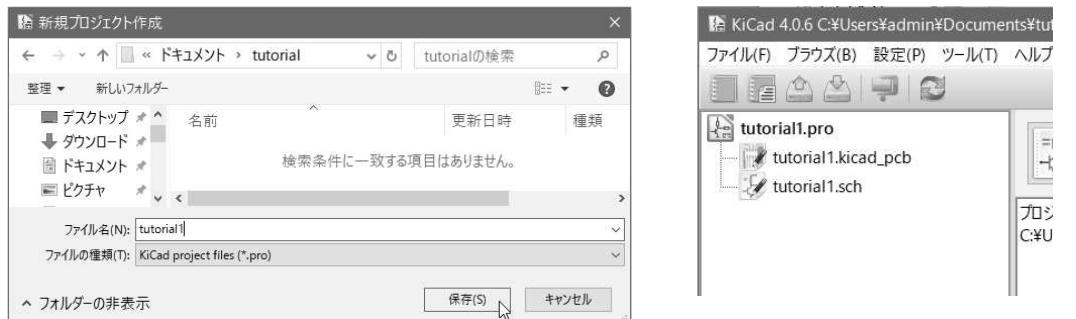

図 4-2
② tutorial フォルダ配下にファイル名 `tutorial1.pro` で保存します。図 4-2